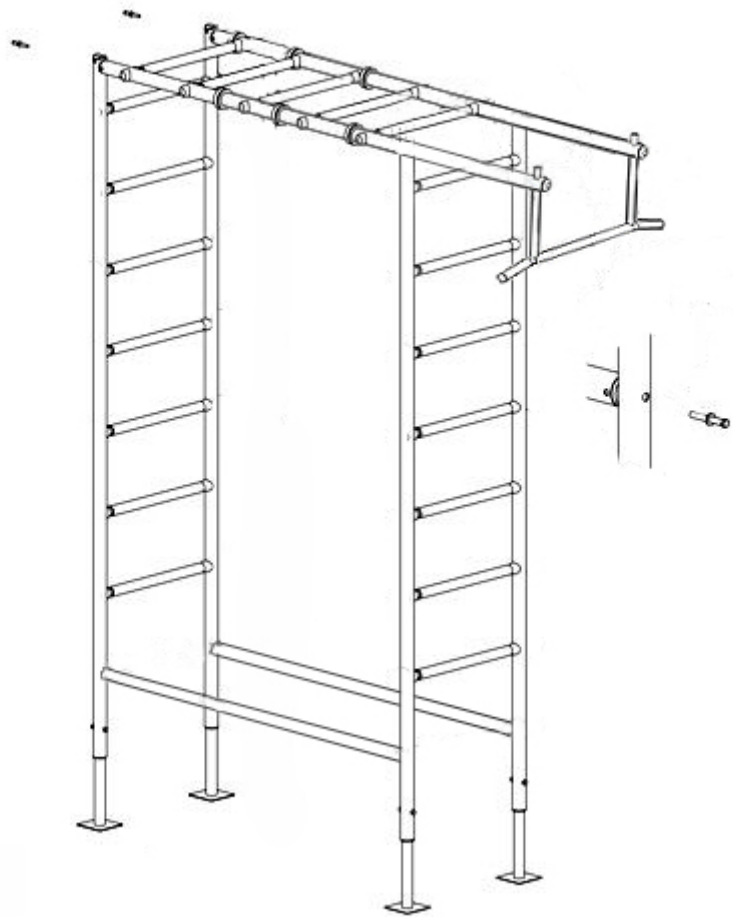

Рис. 2
**4.2.2.5.** Установить собранную конструкцию (комплекса) в выкопанные ямки, так чтобы болты и на фундаментных стойках оказались выше уровня земли (это нужно для упрощения демонтажа комплекса при необходимости). **Рис. 2**